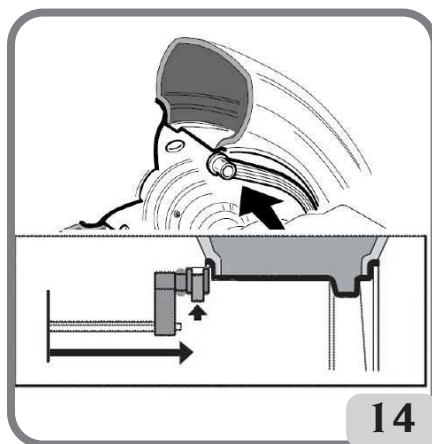
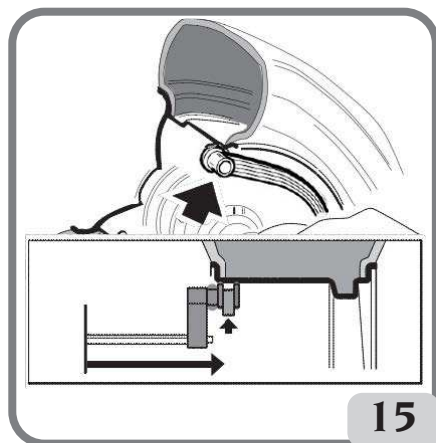

Fig.14: Acquisizione manuale della distanza della ruota nel Tipo di Programma ALU 2P
Fig.15: Acquisizione manuale della distanza del piano interno nel Tipo di Programma ALU 1P
- portare l'estremità del braccio automatico di rilevamento in corrispondenza del piano scelto per l'applicazione del peso interno. In Alu 1P si assuma come riferimento della mezzeria del peso, il centro dell'incavo della manina (fig.15). In Alu 2P si faccia riferimento al bordo del cerchio, dal momento che il peso interno è di tipo a molla (fig.14).
- Portare l'estremità del braccio di rilevamento in corrispondenza del piano scelto per l'applicazione del peso interno (fig. 15 per ALU 1P e fig. 14 per ALU 2P). In Alu 1 P si assuma come riferimento della mezzeria del peso, il centro dell'incavo della manina. In Alu 2 P si faccia riferimento al bordo del cerchio, dal momento che il peso interno è di tipo tradizionale, a molla.